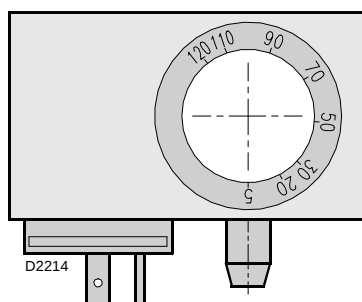

图 19
- 调节燃气阀组上的最小燃气压力开关（图 19）至量程的起始位置；